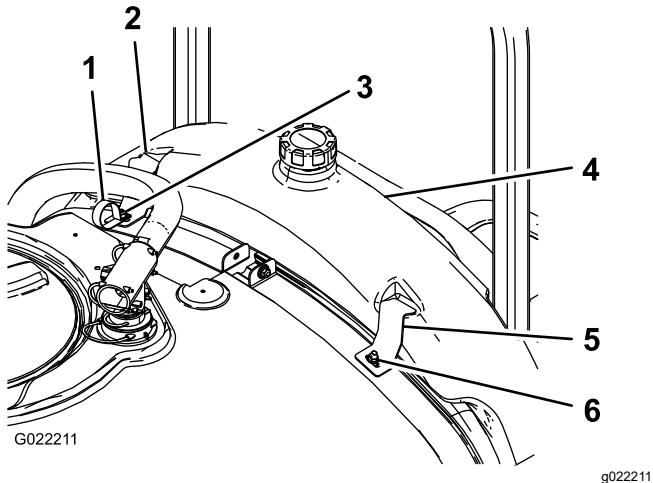

Figura 2
- Instale el depósito de enjuague, según se muestra en Figura 2.
- Usando 2 arandelas grandes y tuercas con arandela prensada, instale los soportes del depósito de enjuague y la abrazadera en R en los pernos de cuello cuadrado que instaló anteriormente (Figura 2).